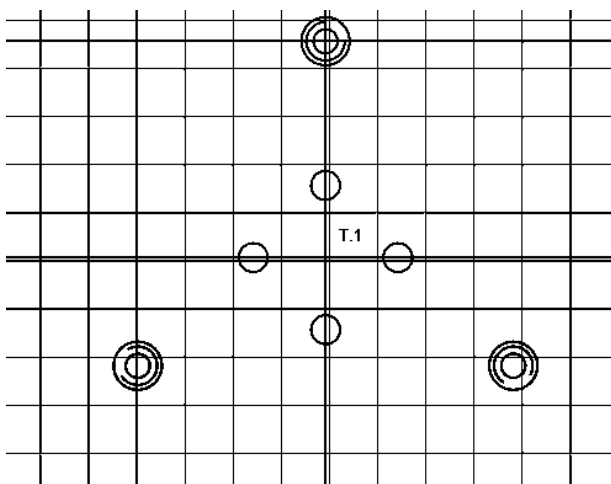

Рис. 22. Две окружности –  $\varnothing 5$  и R5
- в слое *контур* начертить две окружности – Ø 5 и R5 (рис. 22);